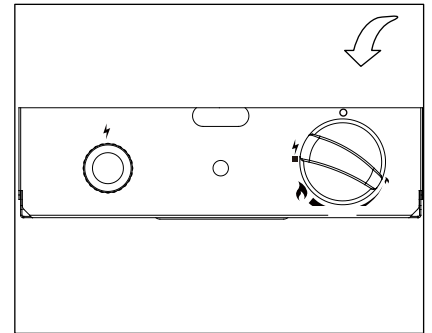

Figura 4
8. Presione y gire la perilla de control a la posición "ALTO" (🔥), a continuación, suelte perilla de control. Si desea una temperatura más baja , presione el botón de control y gire a la izquierda para el "BAJO" (🔥) (Figura 4) .